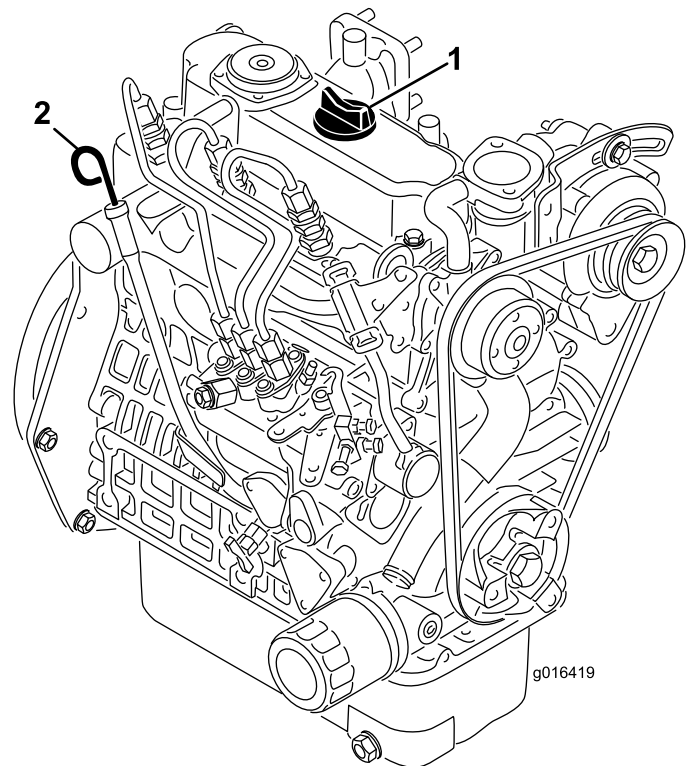

図 22
2. ディップスティックを抜きウェスで一度きれいに拭く(図 22)。ディップスティックを、チューブの根元までもう一度しっかりと押し込む。首から引き抜いて油量を点検する。油量が足りなければ、バルブカバーについている補給口のキャップを取り、ディップスティックの FULL マークまで **ゆっくりと** 補給する。補給するときはディップスティックで確認しながら少量ずつ入れる **入れすぎないこと**。